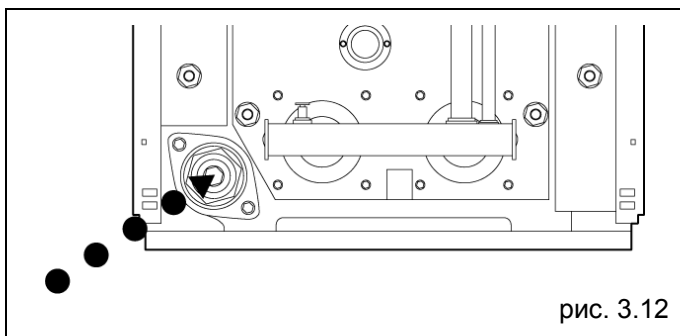

рис. 3.12
- Присоедините резиновую трубку к штуцеру на вентиле слива и откройте сам вентиль (рис. 3.12).